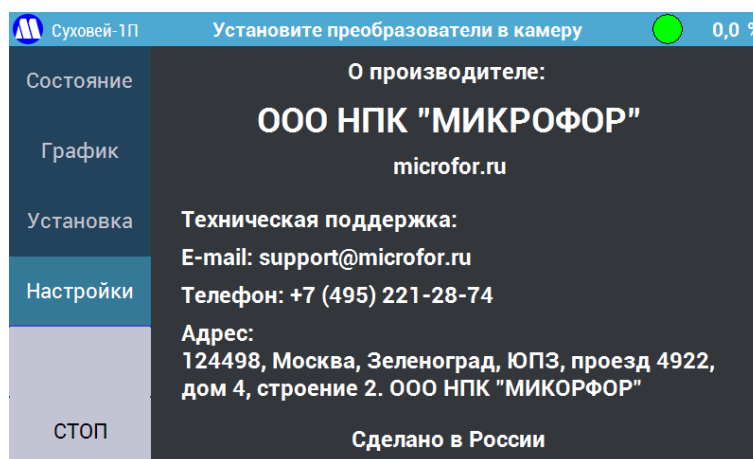

Рисунок 20 – Экран «О производителе».
7.2.11.6. Кнопка «**О производителе**» выводит экран (Рисунок 20) с контактными данными производителя генератора.